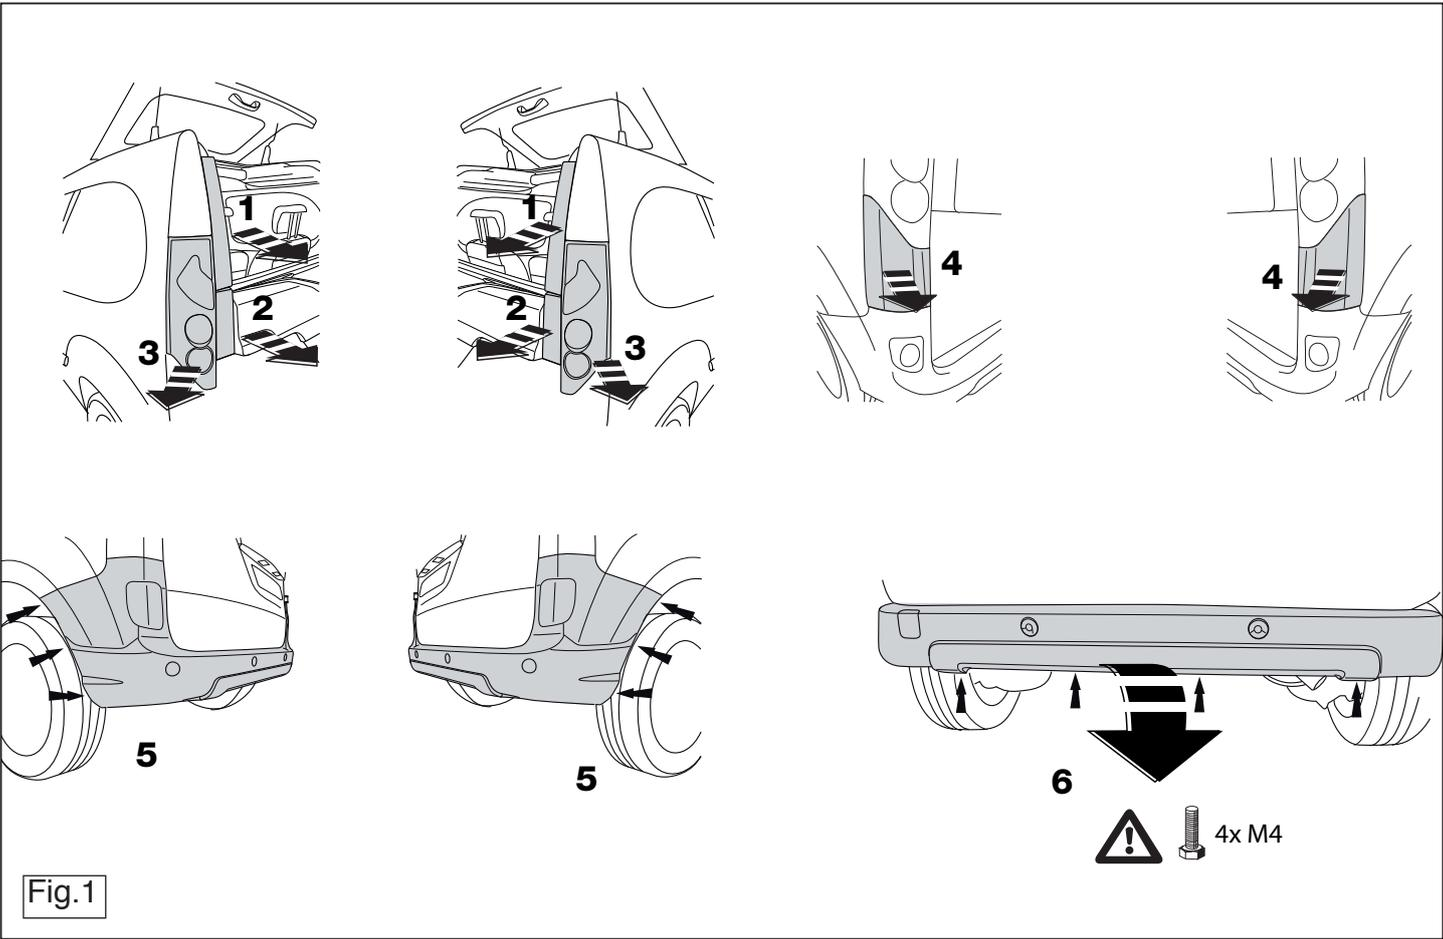

Fig.1
1a. Для автомобиля Be Bop/Express Compact: Снять бампер, см. рисунок 1.
1. Remove the bumper. See figure 1.